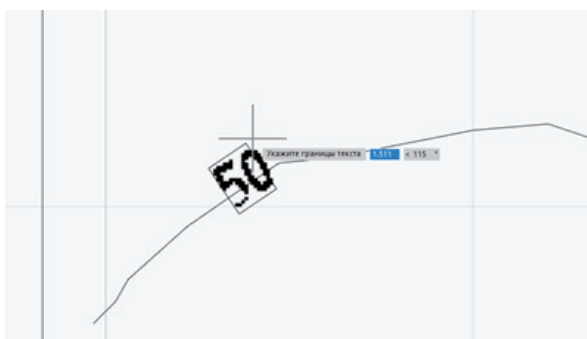

Рис. 19. Нераспознанный текст
10. Запускаем команду *STYLE* (*Текстовые стили*), чтобы установить по умолчанию текстовый стиль *Standard*. Для нераспознанного текста на растре вызываем команду *RTEXTEDITCMD*. Выделять текст нужно, начиная с горизонтальной линии (рис. 19).